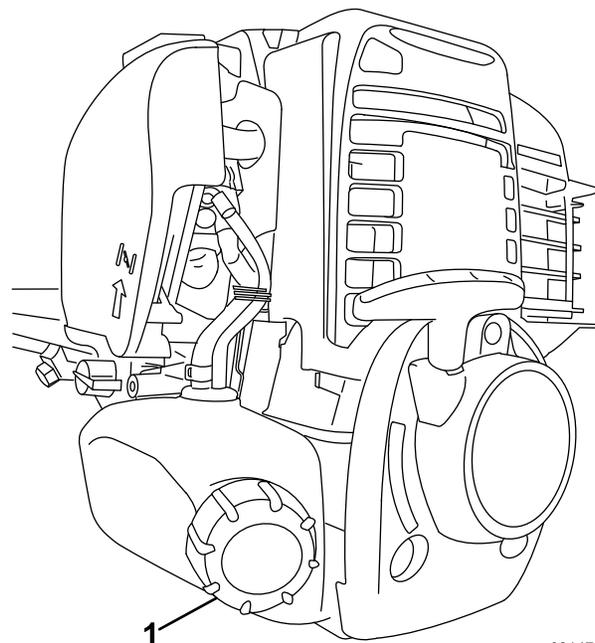

Figure 16
4. Nettoyez la surface autour du bouchon du réservoir de carburant et enlevez le bouchon (Figure 16).
6. Revissez fermement le bouchon du réservoir de carburant (Figure 16).